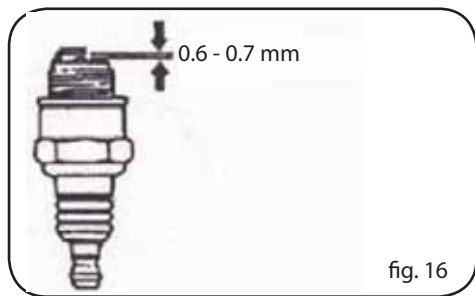

fig. 16
3. Medir o espaço livre da vela com um medidor de espessura. O espaço deve ser de aproximadamente 0,6~0,7 mm (fig. 16). Se necessário, realizar uma regulação, inclinando delicadamente o eléctrodo lateral.